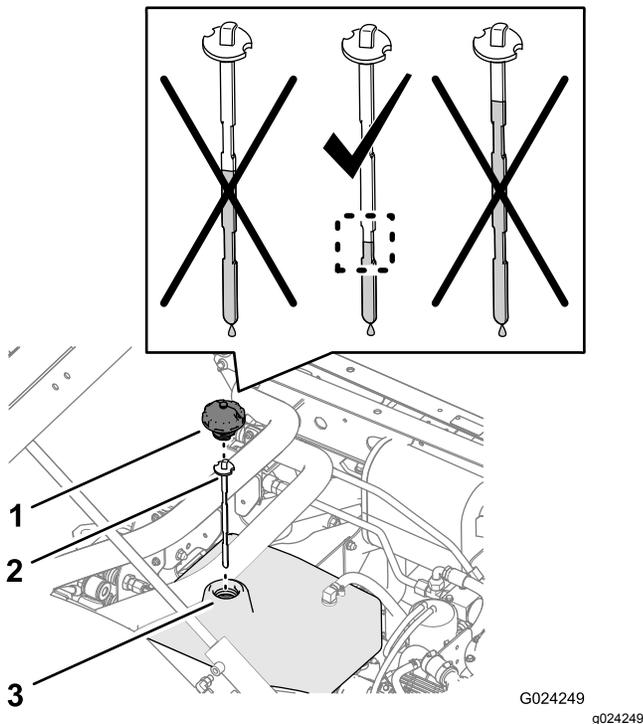
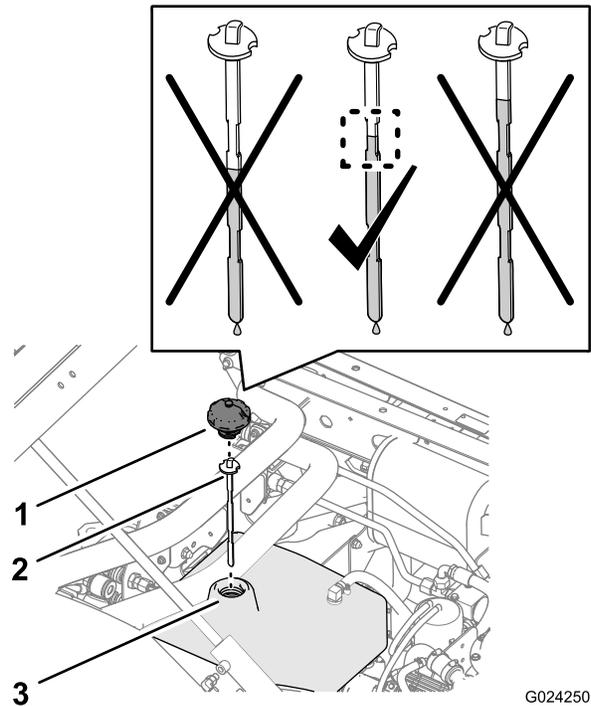

Figura 79
Figura 80
4. Limpe a zona em redor do tubo de enchimento e da tampa do reservatório hidráulico (Figura 79 e Figura 80).
5. Retire a tampa e a vareta do tubo de enchimento do depósito e limpe a vareta com um pano (Figura 79 e Figura 80).
6. Introduza a vareta no tubo de enchimento; retire-a e verifique o nível do fluido (Figura 79 e Figura 80).
7. Se o nível estiver baixo, adicione o fluido hidráulico específico no reservatório para subir o nível para meio da área do entalhe na vareta (Figura 79 e Figura 80).
8. Instale a vareta e a tampa no tubo de enchimento do depósito (Figura 79 e Figura 80).